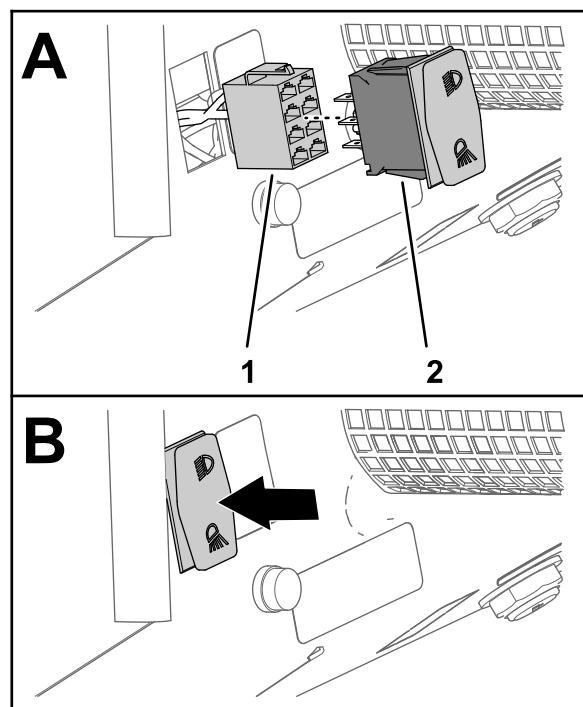

Figura 31
5. Insira o interruptor oscilador do kit no conector de oito tomadas do interruptor do farol (Figura 31).
6. Insira o interruptor oscilador na abertura no painel de instrumentos até o interruptor encaixe bem no painel (Figura 31).